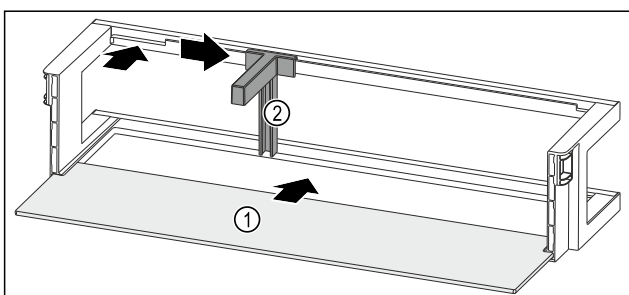

Fig. 96 Deurrek met draagplateau
- ▶ Draagplateau Fig. 96 (1) in de zijdelingse inkepingen schuiven.
- ▶ Flessenhouder Fig. 96 (2) in de uitsparing plaatsen.
- ▶ Flessenhouder Fig. 96 (2) in de gewenste positie opzij schuiven.